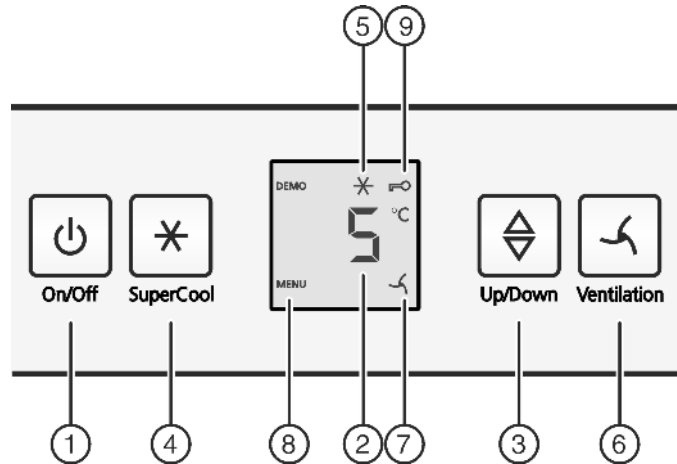

Fig. 3
- ▶ Нажать кнопку On/Off Fig. 3 (1).
- ▶ Нажмите кнопку «SuperCool» Fig. 3 (4) и удерживайте ее прим. 5 секунд.
- ▷ На индикаторе будет отображаться символ «Меню» Fig. 3 (8).
- ▶ Для подтверждения нажать и отпустить кнопку «SuperCool» Fig. 3 (4).
- ▷ На индикаторе горит символ «Защита от детей» Fig. 3 (9).
- ▶ Нажать и отпустить кнопку «On/Off» Fig. 3 (1).
- ▶ Активация модуля регулировки температуры: нажмите кнопку настройки Fig. 3 (3).
- ▶ Температуру меняйте степенями по 1 °C: нажимайте кнопку настройки Fig. 3 (3) до тех пор, пока на индикаторе температуры не будет высвечена требуемая температура.
- ▶ Коротко нажмите кнопку SuperCool Fig. 3 (4).
- ▷ На индикации горит символ SuperCool Fig. 3 (5).
- ▷ Символ SuperCool Fig. 3 (5) на индикации гаснет.